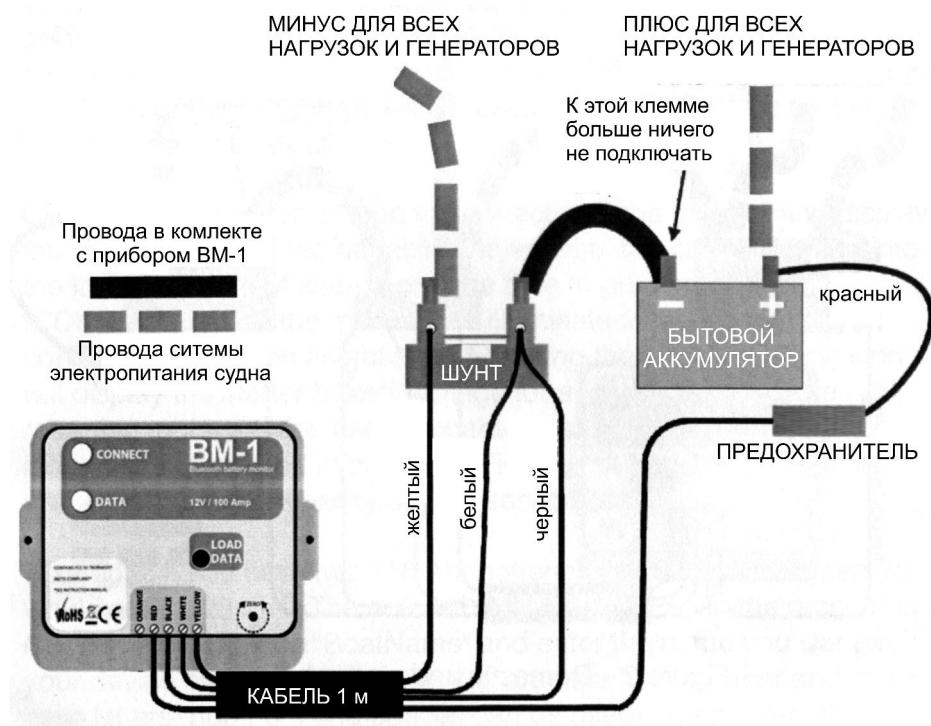

Рис. 1. Схема контроля за бытовым аккумулятором
- Подсоедините кабель шунта к прибору, как показано на рис. 1. Обратите внимание, что белый и черный провода соединяются на клемме шунта, а со стороны прибора подключаются по отдельности.
- Отсоедините все провода от отрицательной клеммы аккумулятора и подключите шунт, как показано на рис. 1. Шунт должен быть защищен от воды, грязи и возможного короткого замыкания с другими элементами системы. Учтите, что при большом токе шунт может нагреваться, поэтому рядом не должно быть легкоплавких и горючих деталей. Не затягивайте клеммы шунта слишком сильно.
- Подсоедините черный, белый и желтый провода к шунту, как показано на рис. 1.